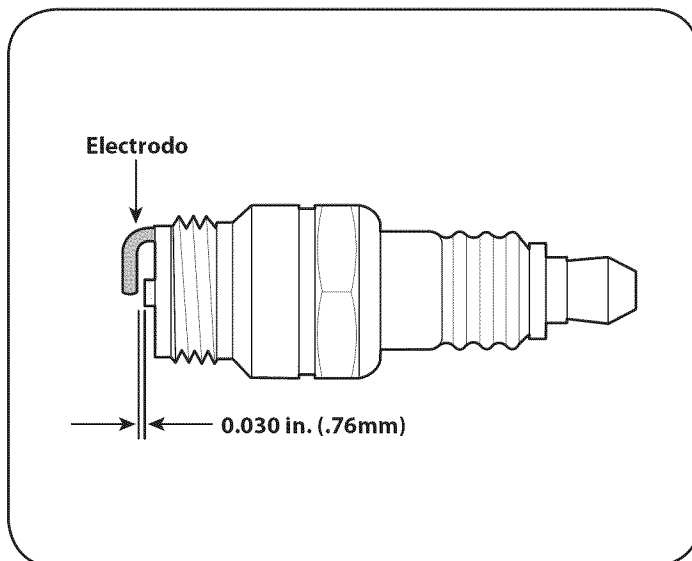

Figura 13
3. Compruebe el entrehierro con un calibrador de alambre. La separación correcta es 0,030 in. (0,76 mm). Vea la Figura 13. Si es necesario, reajuste el entrehierro.